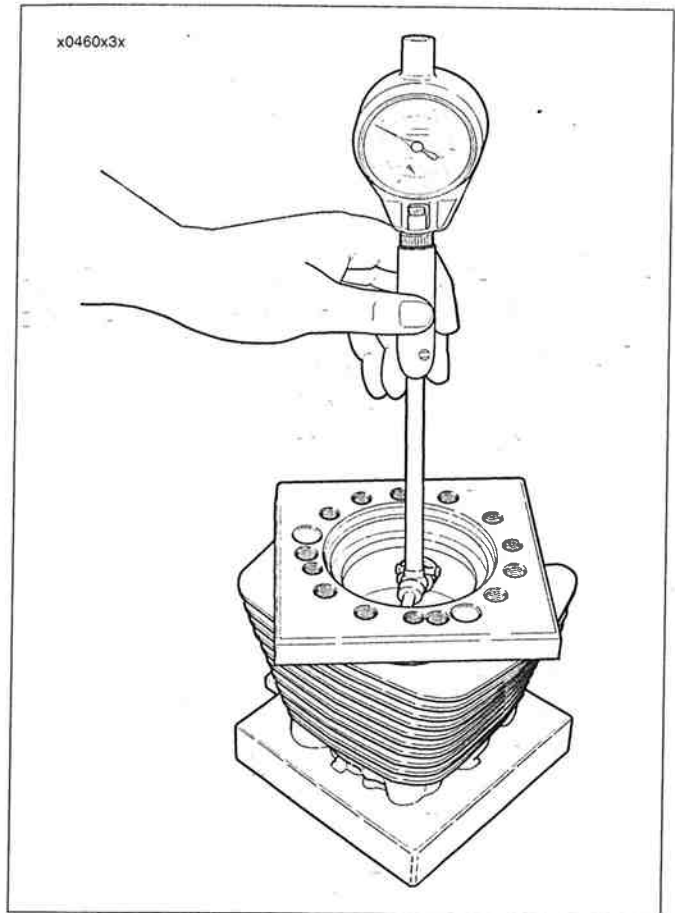

Figura 3-47. Medición del diámetro interior del cilindro
1. Vea la Figura 3-47. Retire todas las rebabas de la superficie de la junta del cilindro.